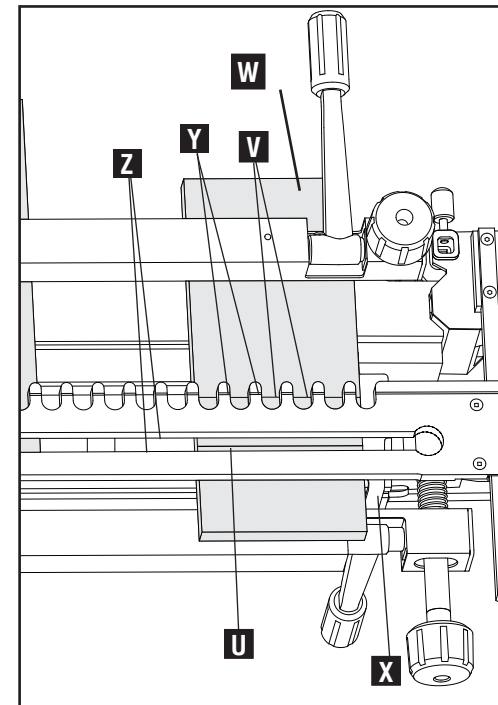

Fig. H16
2. Fixer la planche à rainurer (W), fig. H16, à l'horizontal, face externe vers le bas, avec le bord arrière à droite. Aligner le bord arrière de la planche à rainurer avec le bord droit de la surface texturée de l'embase de l'appareil. Aligner la marque inscrite au crayon (V) avec la ligne tracée (Y) sur les saillies fixes et aligner la ligne de la planche à rainurer (U) avec le centre de la rainure (Z). Si le projet compte plusieurs coupes, on recommande de faire coulisser le guide de coupe droit jusqu'à ce qu'il affleure le bord droit de la planche à rainurer et de le serrer. Il sera alors possible d'utiliser le guide de coupe comme référence pour les planches à rainurer suivantes. Retirer la barre stabilisatrice de l'appareil si elle interfère avec la planche à rainurer.